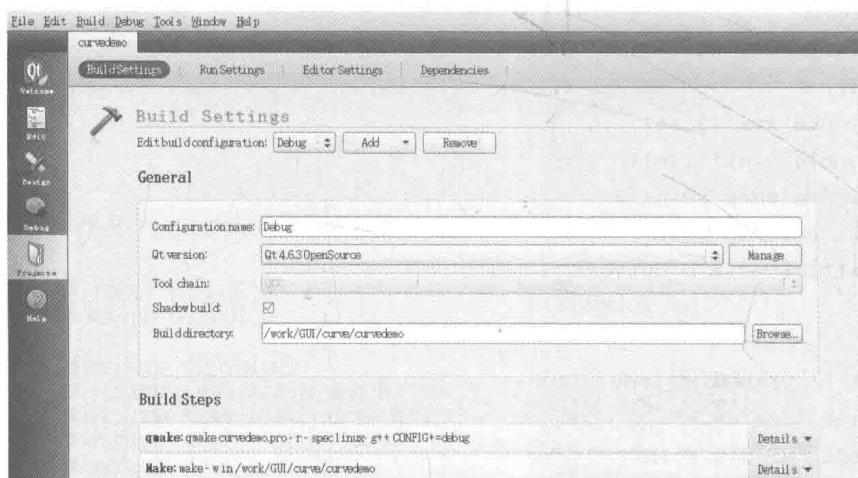

图 9-19 设置 X86 平台下编译工具链
(6) 设置 X86 平台下面编译工具链, 如图 9-19 所示。